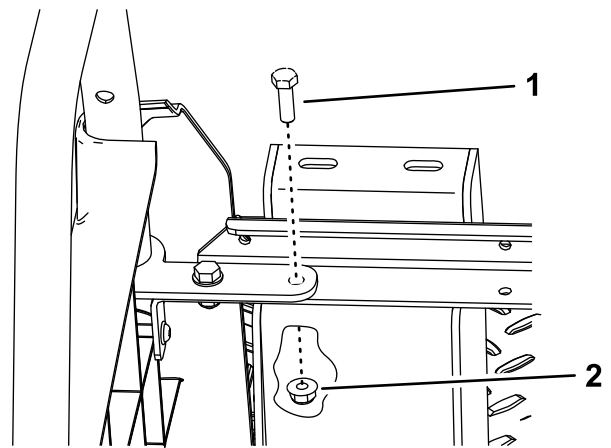

Figure 8
5. Fixez le haut du support à l'aide d'un boulon (5/16" x 1") et un écrou (5/16") du kit que vous avez conservés à l'opération 3 de la procédure précédente (Figure 8).
1. Faites passer le faisceau de câblage derrière la cabine et sous le siège, puis fixez le clip du faisceau de câblage au panneau latéral (Figure 8).